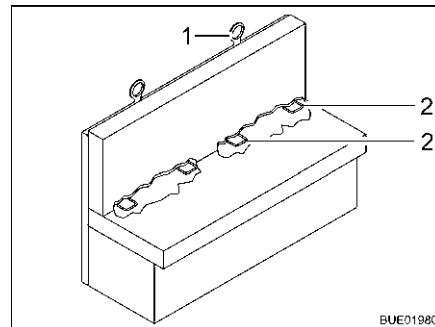

Fig. 25 Blocco di sicurezza per bambini Isofix
Se il veicolo è dotato del blocco di sicurezza per bambini Isofix, i sedili del veicolo idonei per il suo montaggio sono identificati con un simbolo Isofix. Questi sedili del veicolo dispongono di staffe di supporto (Fig. 25,2) e di un punto di ancoraggio in alto sullo schienale del sedile (Top Tether) (Fig. 25,1). Utilizzare seggiolini per bambini idonei per Isofix. I seggiolini per bambini sono provvisti di braccetti di ritenuta da far scattare nelle staffe di supporto del sedile del veicolo.
- Se possibile, fissare il seggiolino per bambini anche al Top Tether (Fig. 25,1).